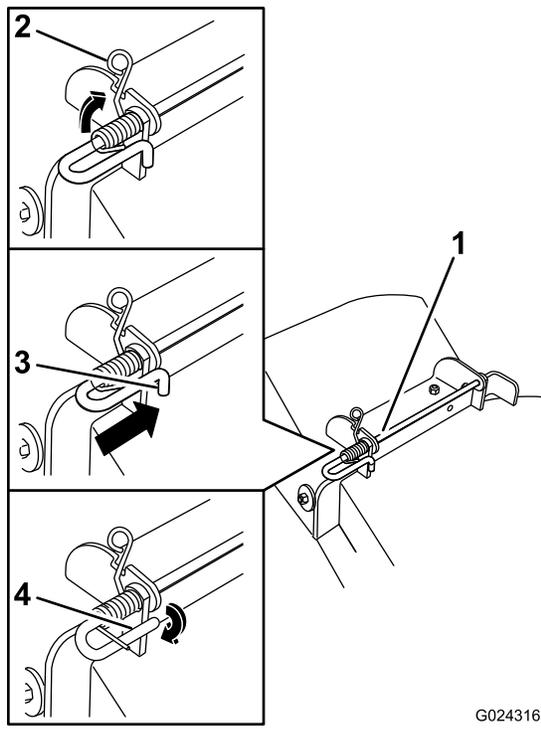

Figure 77
5. Soulevez le côté du ressort avec la boucle et placez-le dans le cran du support de déflecteur (Figure 77).
6. Fixez l'ensemble tige et ressort en le tournant de sorte à pouvoir placer l'extrémité courte de la tige derrière le support avant soudé au plateau de coupe (Figure 77).